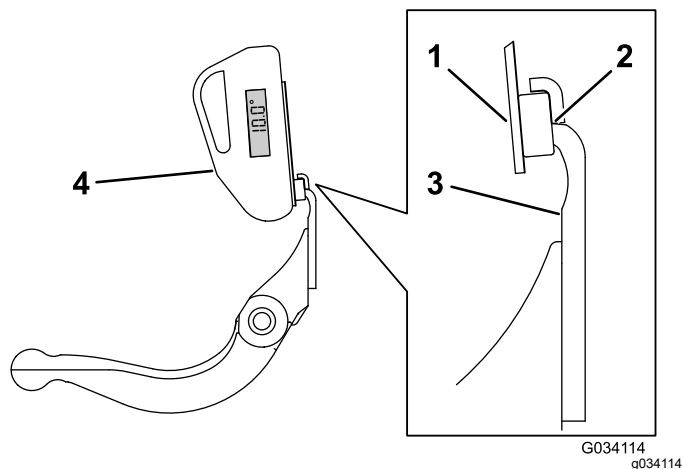

**Рисунок 24**
1. Установите индикатор угла на нижней стороне неподвижного ножа, как показано на Рисунок 24.